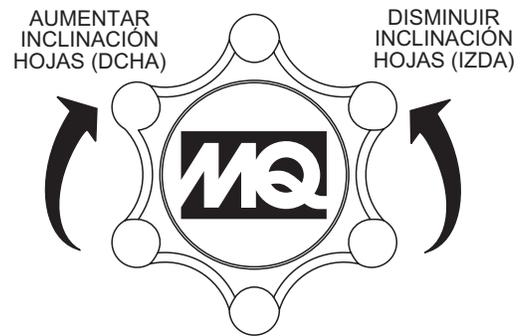

Figura 11. Ajuste del cable de inclinación de las hojas (manillar estándar)
1. Para alisadoras equipadas con un manillar estándar, gire la rueda en estrella hacia la izquierda para destensar el cable de inclinación de las hojas. Vea la Figura 11.